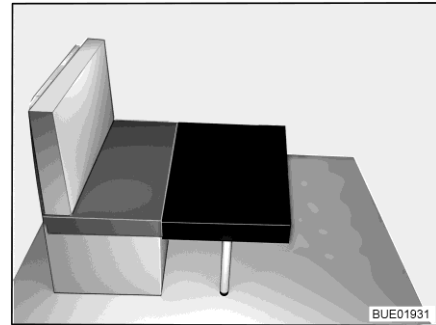

Fig. 75 Después de la transformación
- Colocar el cojín adicional grande en el tablero de la mesa (Fig. 75).
- Colocar el cojín adicional pequeño en el asiento del conductor (Fig. 75).
- Colocar el cojín adicional en la mesa, delante del cojín del asiento del banco (véase Fig. 75).